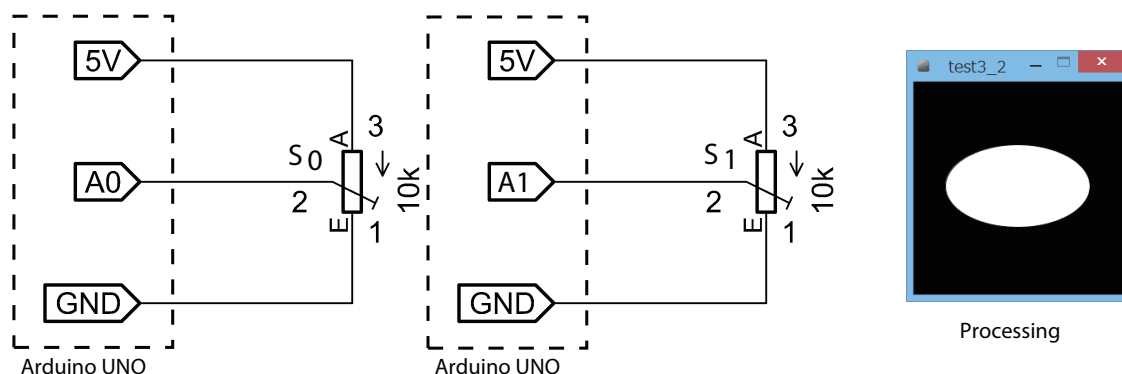

図 3.15: 2 つの半固定抵抗により変化する 2 点 S0 と S1 の電圧値を楕円の横幅と縦幅でリアルタイムに可視化。
- 図 3.15 に示す回路を Arduino とブレッドボードを用いて構成し、2 つの半固定抵抗を回して変化する 2 点 S0 と S1 の電圧値を Arduino の A0 ポートと A1 ポートで観測 (要するに、タスク 1 で抵抗を 2 つにした場合に相当)。